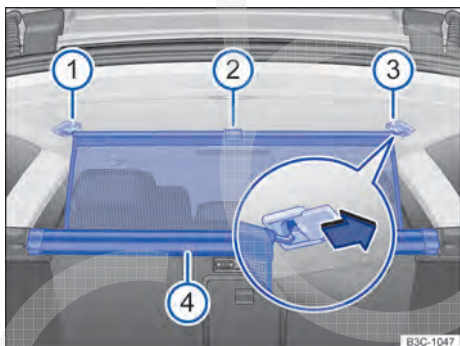

Fig. 122 No compartimento de bagagem: pendurar a rede divisória.
- Abrir as coberturas traseiras nos revestimentos da viga do teto ⇒ Fig. 122 (lupa) à direita e à esquerda no sentido da seta. As bases para a rede divisória são acessíveis.
- Retirar a rede divisória ② da carcaça pela tira ④.